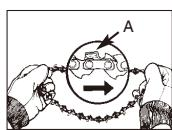

Fig. 4A
1. Spre kjeden uten i en løkke med kuttekantene (A) pekende MED KLOKKEN rundt løkken (Fig. 4A).